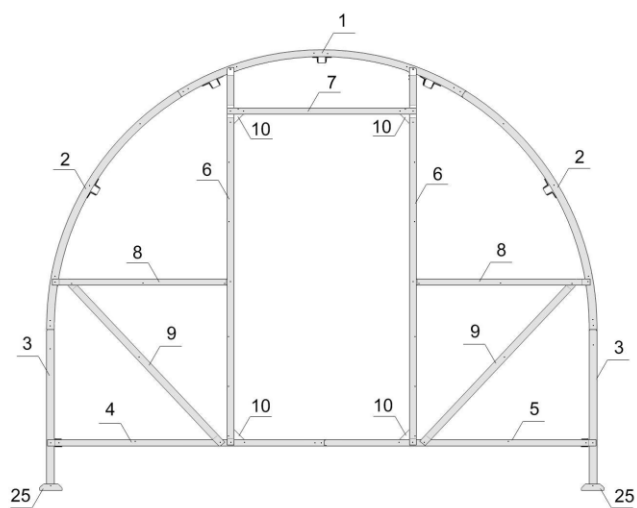

Рис. 1 Торец.
К дугообразной профильной трубе №1 с двух сторон присоедините дугообразные торцевые детали № 2лев и № 2пр, закрепив саморезами 4,2 x 16 (см. рис. 1).
3.2.3. Крепление саморезов и сборку дверного проема начните с наружной стороны теплицы, на деталях нижней обвязки № 4 и № 5 с наружной стороны имеются отверстия Ø 3мм. для крепления ПК. Закрепите саморезами стойки дверного проёма №6 к нижней обвязке № 4 и № 5, и перемычку дверного проёма № 7 к стойкам (см. рис. 1; 6-А; Б).
3.3.1. Положите собранную торцевую арку п.3.1. на ровный участок наружной стороной кверху. По центру торцевой арки положите дверной проём п.3.2. Стойки № 6 присоедините к верхней торцевой дуге № 1 в местах обозначенные уколом (см. рис.1). Присоедините нижнюю обвязку № 4 и № 5 к удлинениям арки № 3.